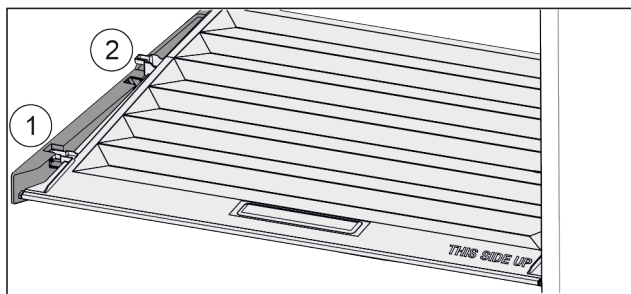

Fig. 91
- ▶ Trageți capacul în față Fig. 91 (1) până la orificiul din piesele suportului.
- ▶ Ridicați în spate de jos și scoateți Fig. 91 (2) în sus.